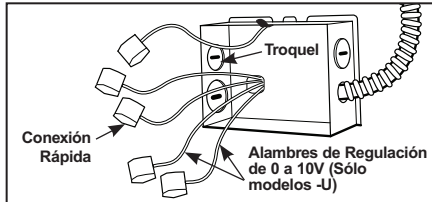

Figura 6
**Paso 2.** Quite la tapa de la caja de empalmes. Quite el/los troquel(es) correspondiente(s) para dar cabida al tipo de servicio eléctrico usado/ permitido por su código eléctrico local (Figura 6):
**Paso 3.** Pele el alambre de suministro 3/8" e inserte cada alambre de suministro en el conector correspondiente. Conecte el alambre negro del accesorio al caliente, el alambre blanco del accesorio al neutral y el alambre verde del accesorio a tierra. (Figura 6).